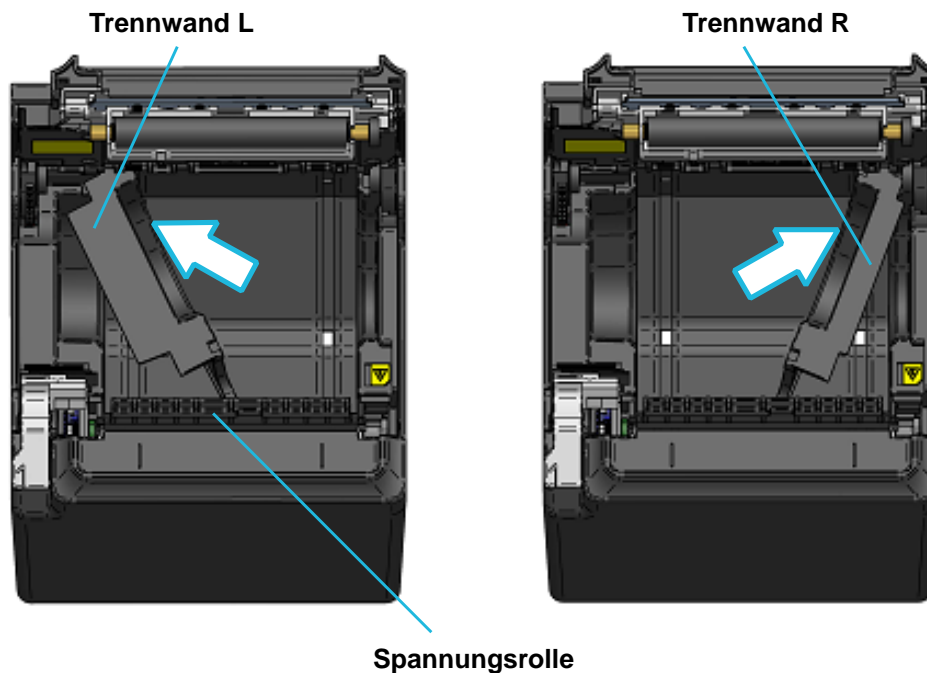

Abbildung 14-1 Anbringung der Trennwand (1)
- (1) Stellen Sie sicher, dass der Drucker ausgeschaltet ist.
- (2) Bewegen Sie den Lösehebel, um die Papierabdeckung zu öffnen.
- (3) Bringen Sie die verbundene Trennwand L und die Trennwand R in der Papierhalterung in eine schräge Position, wie in Abbildung 14-1 dargestellt.